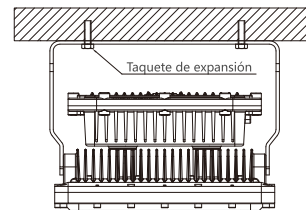

FIGURA 3
5. Para el montaje en techo el luminario puede ajustarse hacia abajo en un ángulo de 90° desde la vertical como se muestra en la figura 3.